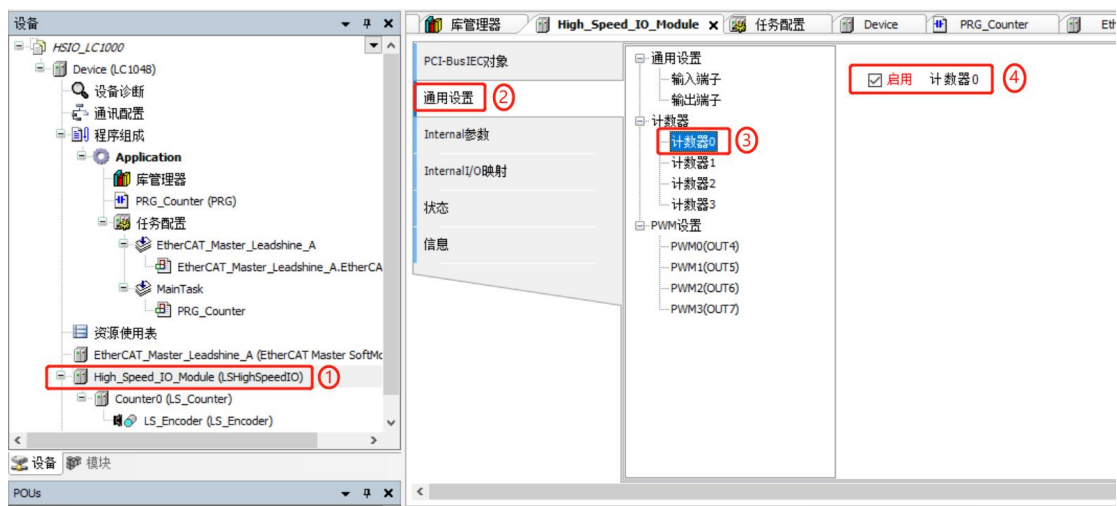

图 10.24 高速计数器启用
1) 在 LeadSys Studio 软件界面选择所使用的计数器,本例选择计数器 0,如图 10.24 所示。
- ① 鼠标左键双击“High_Speed_IO_Module”(LSHighSpeedIO)。
- ② 左键单击“通用设置”进入设置界面。
- ③ 左键单击“计数器 0”进入计数器启用界面。
- ④ 勾选“启用”计数器 0。